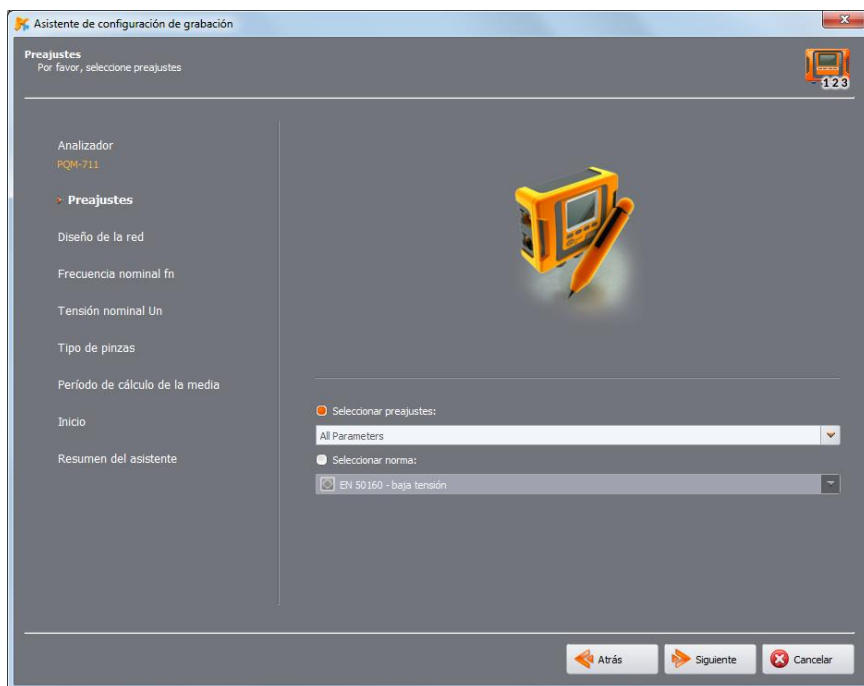

Fig. 14. Asistente de configuración del analizador - selección del escenario de registro.
- **PREAJUSTES** (Fig. 14) – en esta etapa, se selecciona el carácter de mediciones, hay dos posibilidades: